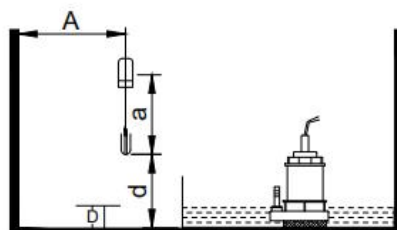

图1
- 控浮球动作长度 a 必须小于槽壁与电缆距离 A ，浮球控制最低水位 d 必须大于水位 D 。（见图1）